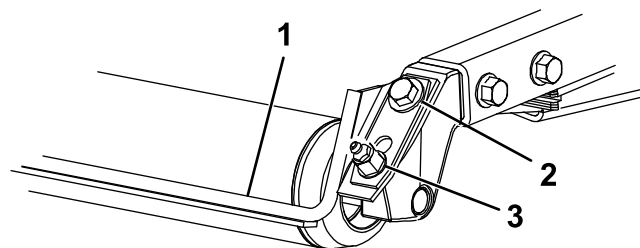

Рисунок 7
1. Ослабьте затяжку масленки для консистентной смазки и крепежный винт (Рисунок 7).